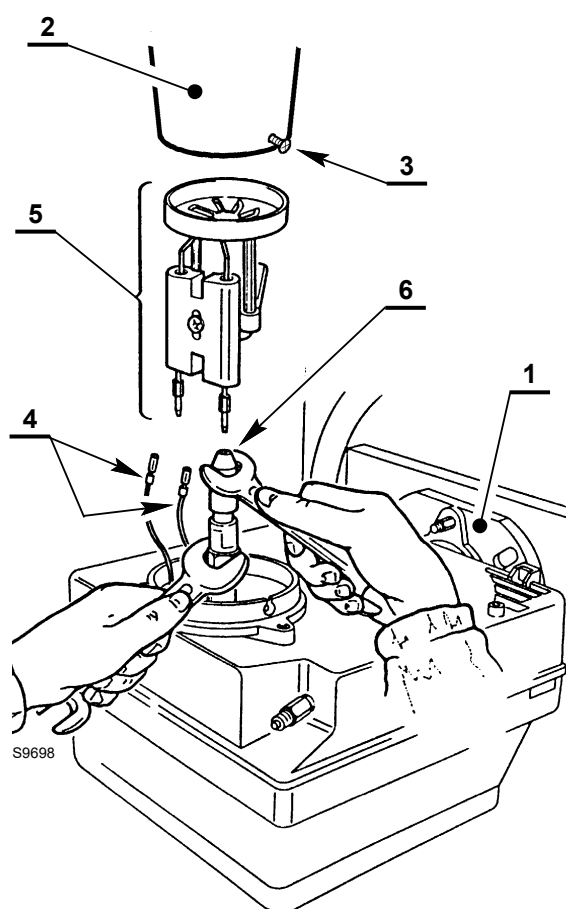

Fig. 13
2° Modo (Fig. 13):
- Sostituire e avvitare correttamente l'ugello 6) stringendolo come mostrato Fig. 13.